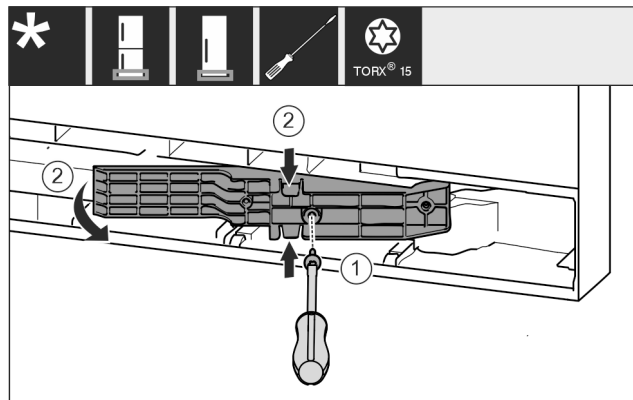

Fig. 18 *
- Schrauben mit Schraubendreher T15 lösen. Fig. 18 (1)*
- Adapterstück herausziehen. Fig. 18 (2)*